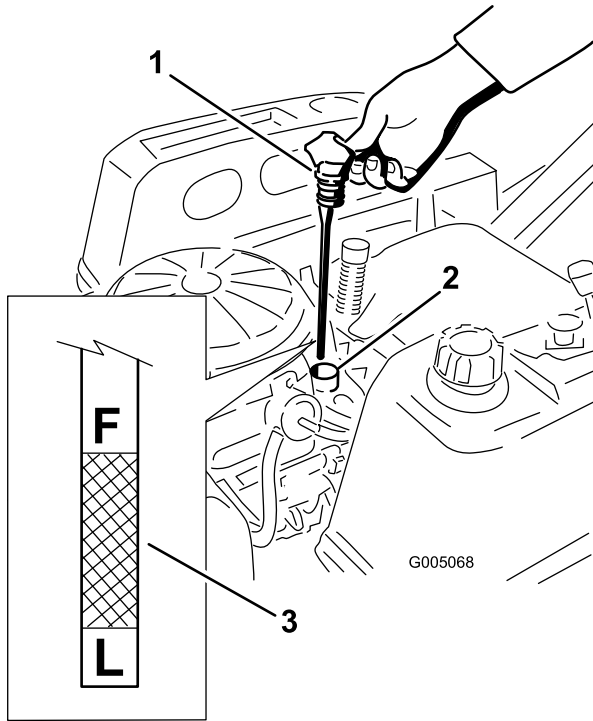

Bild 26
4. Ziehen Sie den Fülldeckel bzw. den Peilstab heraus und wischen Sie das Öl ab. Setzen Sie den Peilstab wieder ein und drücken Sie ihn richtig rein (Bild 26).
5. Nehmen Sie den Peilstab heraus und prüfen Sie den Ölstand (Bild 26).
8. Bild 28 Nehmen Sie den Öleinfüllstutzendeckel/Peilstab ab (Bild 26).
15. Gießen Sie ca. 80 % der angegebenen Ölmenge langsam in den Einfüllstutzen (Bild 26).
16. Stecken Sie den Ölfülldeckel und Peilstab wieder fest ein (Bild 26).
17. Prüfen Sie den Ölstand (Bild 26); siehe „Prüfen des Ölstands“.
19. Stecken Sie den Ölfülldeckel und Peilstab wieder fest ein (Bild 26).